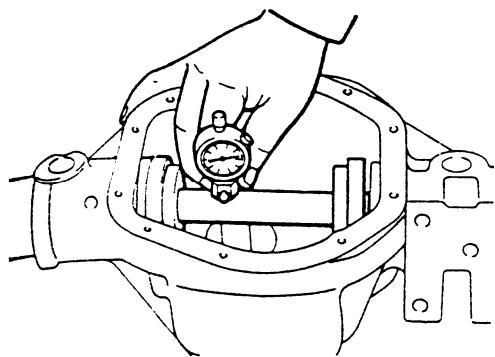

图 4-120 确定垫片组
(5) 上述步骤也可应用在前面轴上驱动小齿轮之调整，包含轴承座圈与驱动小齿轮间的机油环扣垫在内。另外包含差速器与内轴承座圈间的挡板。
(6) 检查主齿块、齿轮高度、横杆及主轴承片，确认所有差速器横杆切勿刮伤、污损及其他污染物。横杆与主轴承片可用于30型及44型轴内。较大直径的轴承片使用在44型轴上。
(7) 将主齿轮块装入差速器驱动小齿轮内。
(8) 如图4-120所示，在驱动小齿轮高度块的小台上放置滑动量表，用手指确定滑动量表平稳置于驱动小齿轮高度块，压住时将表归零。